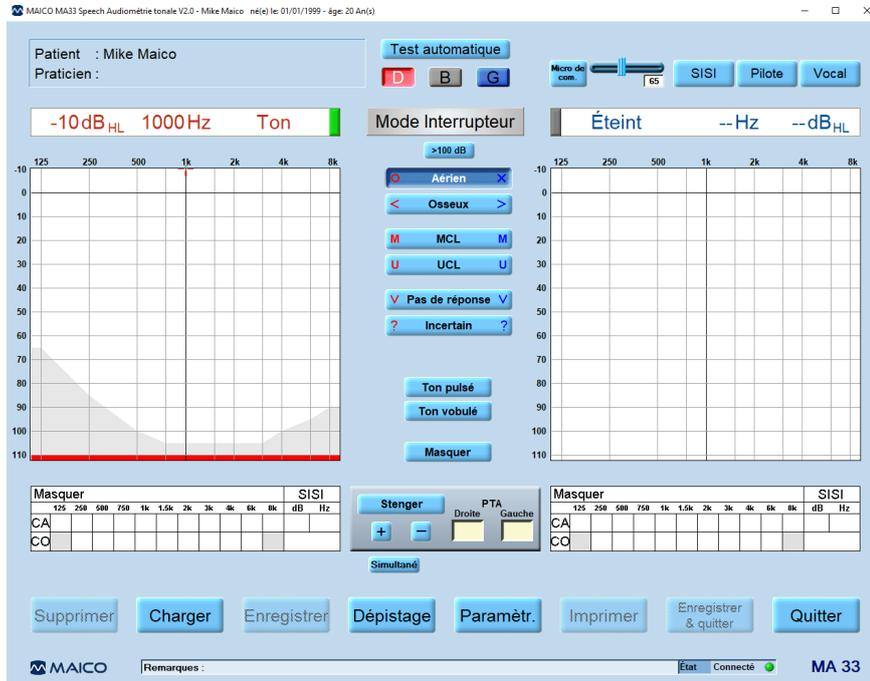

Figure 37
Les paramètres suivants s'affichent après avoir ouvert l'écran Tonal (Figure 37).
**Remarque :** Figure 37 affiche la **vue Audiogramme**. La vue Tableau peut être activée dans les **paramètres d'Audiométrie Tonale**. Elle est activée par défaut pour une utilisation en **Amérique**. L'explication des boutons est la même que celle pour la **vue Audiogramme**.